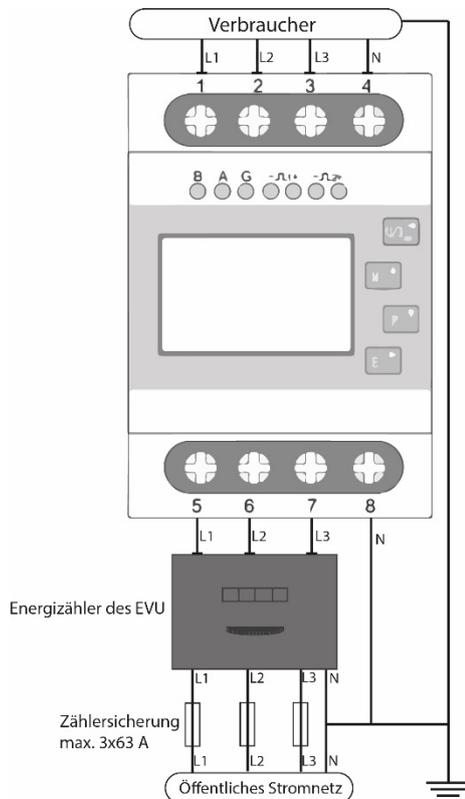

Abb. 6: Anschluss der Leistungsmesser SDM630
1. Montieren Sie die Leistungsmesser auf Lieferanten- und Abnehmerseite im Zählerschrank so, dass die **Klemmen 5-8 in Richtung des öffentlichen Netzes** und die **Klemmen 1-4 in Richtung Kundenanlage** zeigen (Abbildung 5 und Abbildung 6). Im Bedarfsfall finden Sie die Anleitung des SDM630 unter folgendem Link (<https://bg-etech.de/download/manual/SDM630-Modbus-V2.pdf>)